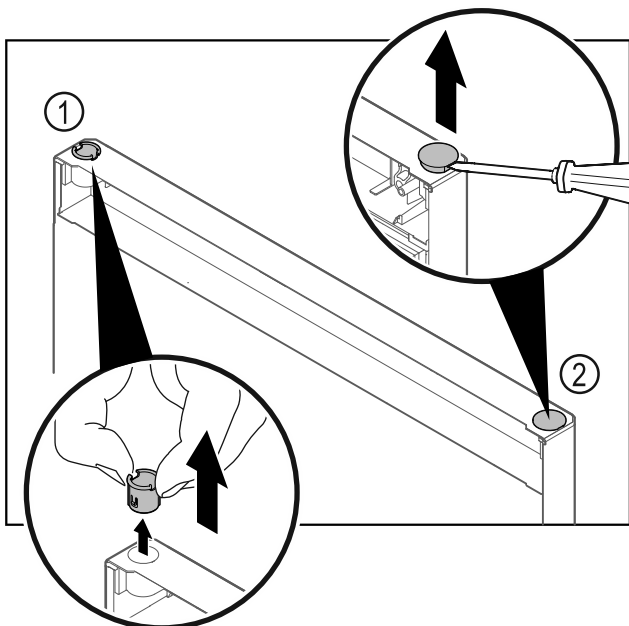

Fig. 20
- Scharnierbus Fig. 20 (1) met de vingers eruit trekken.
- Afdekstop Fig. 20 (2) voorzichtig met een sleufschroevendraaier optillen en eruit trekken.